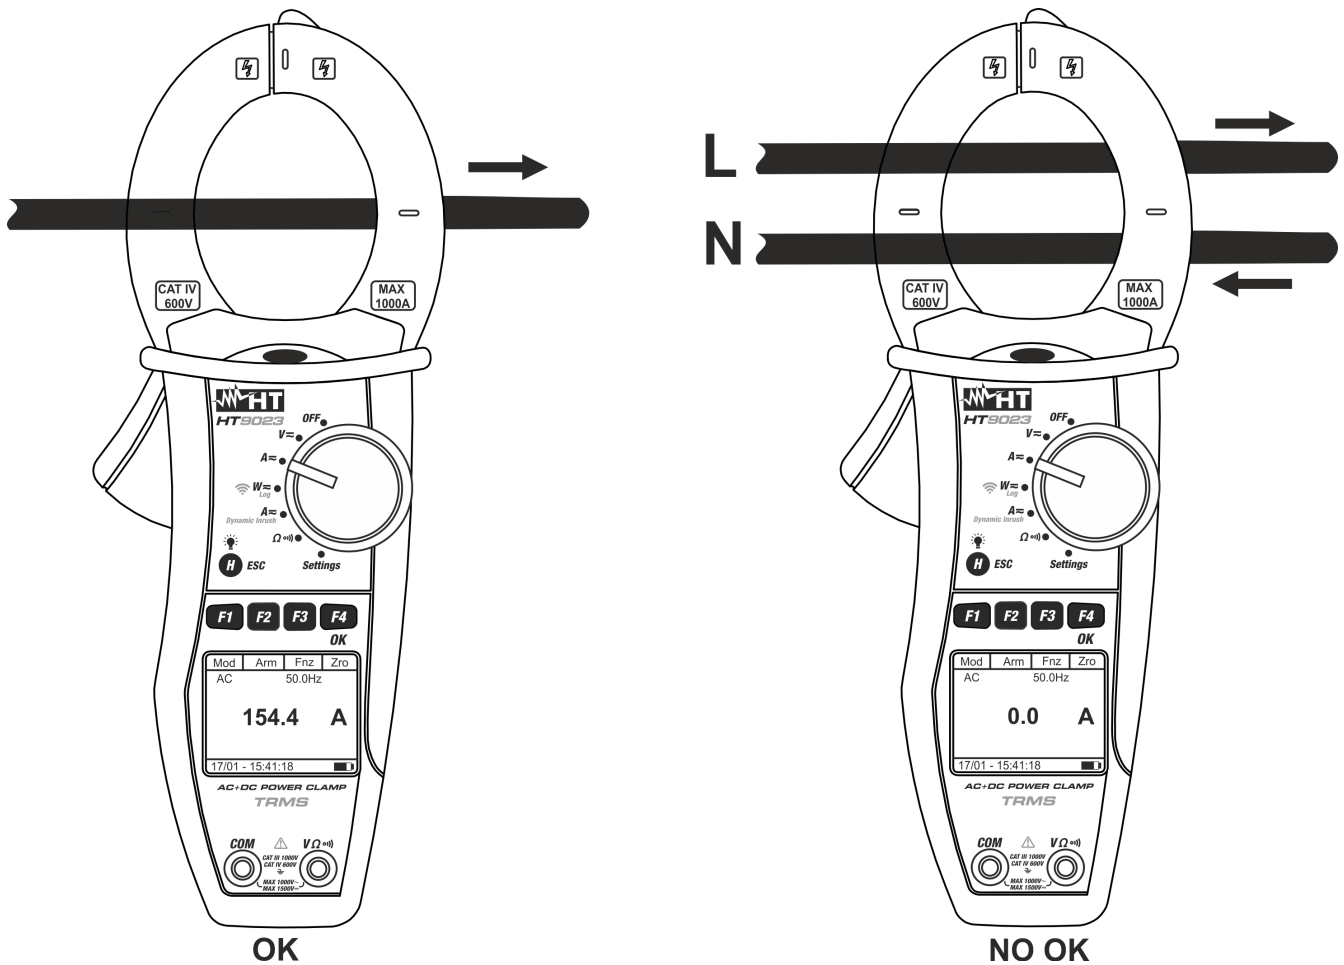

Fig. 10: Medida de corriente CA y CA+CC
5. Inserte el cable en el interior del toroidal en el centro del mismo a fin de obtener medidas precisas (vea Fig. 10 – parte izquierda). Utilice las marcas presentes como referencia (vea Fig. 2)